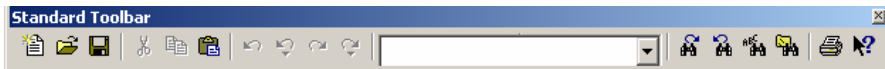

图 5.7 标准工具栏
(1) Standard Toolbar(标准工具栏)，如图 5.7 所示，包括新建、打开、保存、剪切、复制、粘贴、取消、恢复、查找、打印和帮助等常用工具。